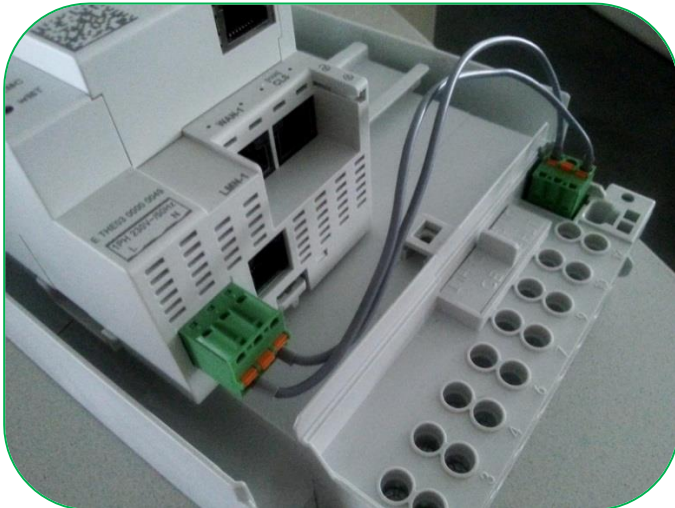

Bild 45: Power Kabel Verbindung
- Power Kabel an Power Konnektor und Stromkabel an den SMGw anschließen (Bild 45).